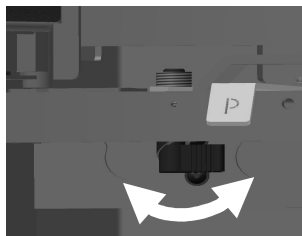

Abb. 3
Um ein leichteres Reinigen der Tür im kalten Zustand zu ermöglichen, ist im unteren Ofenbereich ein Türfeststeller eingebaut. Hierzu den Türfeststellhebel bei geöffneter Tür wie in Abb. 3 dargestellt um 180° drehen. Nach erfolgter Reinigung ist die Tür etwas weiter zu öffnen und den Türfeststellhebel im Uhrzeigersinn um 180° zurückzustellen.
Der Kaminofen ist mit einem **Primärluftschieber (P)** zur Feinluftregulierung ausgestattet, dieser befindet sich unterhalb der Feuerraumtür links (siehe Abb. 3). Er dient zur Regelung der Verbrennungsluft von unten über den Aschekasten und den Rost zum Brennstoff. Vermeiden Sie deshalb, dass es zur vollständigen Füllung des Aschekastens kommt, da die Asche den Zutritt der primären Verbrennungsluft negativ beeinträchtigen könnte.